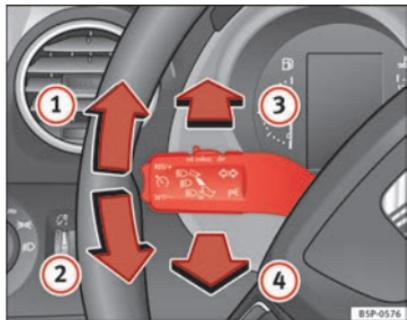

Fig. 75 Leva degli indicatori di direzione e degli abbaglianti
- Spingere la leva verso l'alto (fino al riscontro) ⇒ fig. 75 ① se si vuole mettere la freccia **a destra**; verso il basso ② invece, per mettere la freccia **a sinistra**.
- Se sono attivati gli anabbaglianti, spostare la leva in avanti ⇒ fig. 75 ③ per accendere gli abbaglianti.
- Spostare la leva verso il volante ⇒ fig. 75 ④ per spegnere gli abbaglianti.